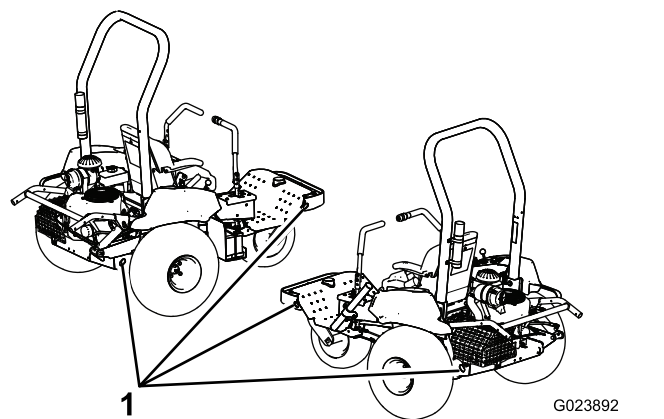

图30
5. 使用机器上的栓系点 图30 用箍带、链条、缆绳或绳子将机器牢牢固定在运输车上。